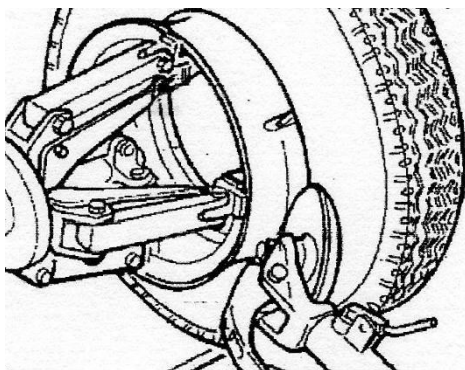

Рисунок 29
8.6.8 Вращая колесо и регулируя положение колеса перемещением вверх/вниз консоли зажимного устройства, постепенно осуществляйте процесс отжима борта шины, аккуратно продвигая поверхность отжимного диска как можно ближе к бортовому кольцу шины, добейтесь отделения внутреннего борта шины продвиньте его примерно до середины обода. (Рисунок 29).